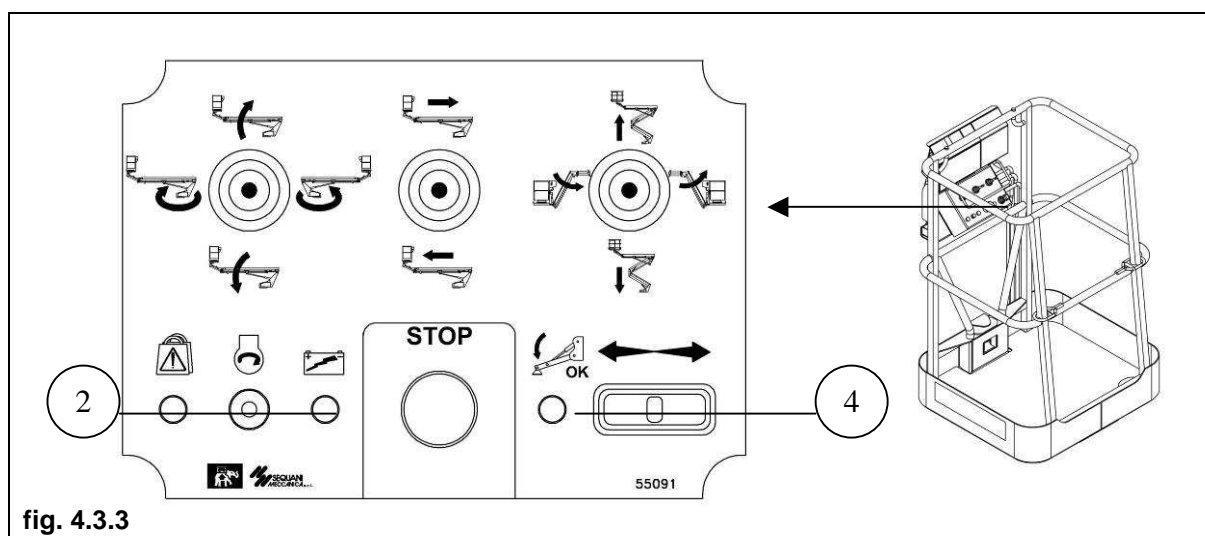

fig. 4.3.3
Kontrollieren, ob die Kontrollleuchte der Spannung auf der Korbsteuerung – in der Mitte der Plattform – aufleuchtet (pos.2 fig.4.3.3).
Prüfen, dass keine der Kontrollleuchten der Stützen leuchtet, da andernfalls eine Störung der Stützenendschalter vorliegen würde. (pos.4 fig.4.3.3).
2. Kontrollieren, ob die Kontrollleuchte (**fig. 4.3.3 pos 4**) für die Freischaltung des Korbarms aufleuchtet.
|  | <p>ACHTUNG:</p> <p>Auf der Schalttafel im Arbeitskorb, muss die Kontrollleuchte für die Spannung (pos.2 Fig.4.3.3) aufleuchten.</p> |
- Kontrollieren, ob die gelbe Kontrollleuchte der Stützen (**pos. 4 fig. 4.3.3**) aus geht.